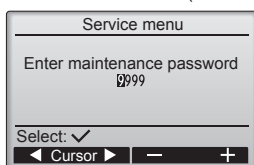

Fig. 7-2
- ① Wählen Sie "Service" im Hauptmenü und drücken Sie die Taste .
- ② Bei der Auswahl des Service-Menüs wird ein Fenster geöffnet, das zur Passwordeingabe auffordert. (Fig. 7-2)